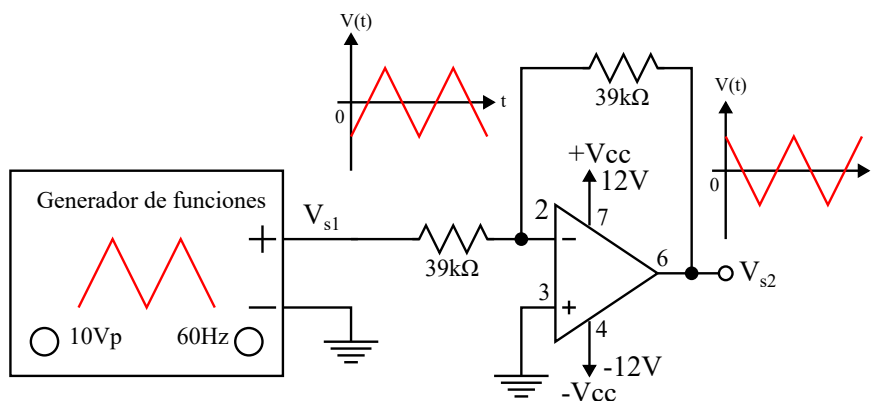

Fig. 7.1
2. Arme el circuito de la Fig. 7.1, verificando con el osciloscopio que las salidas V_{s1} (CH1), V_{s2} (CH2) sean señales de alterna, simétricas con respecto al eje del tiempo y que se encuentren desfasadas entre si 180° . Apague las fuentes.